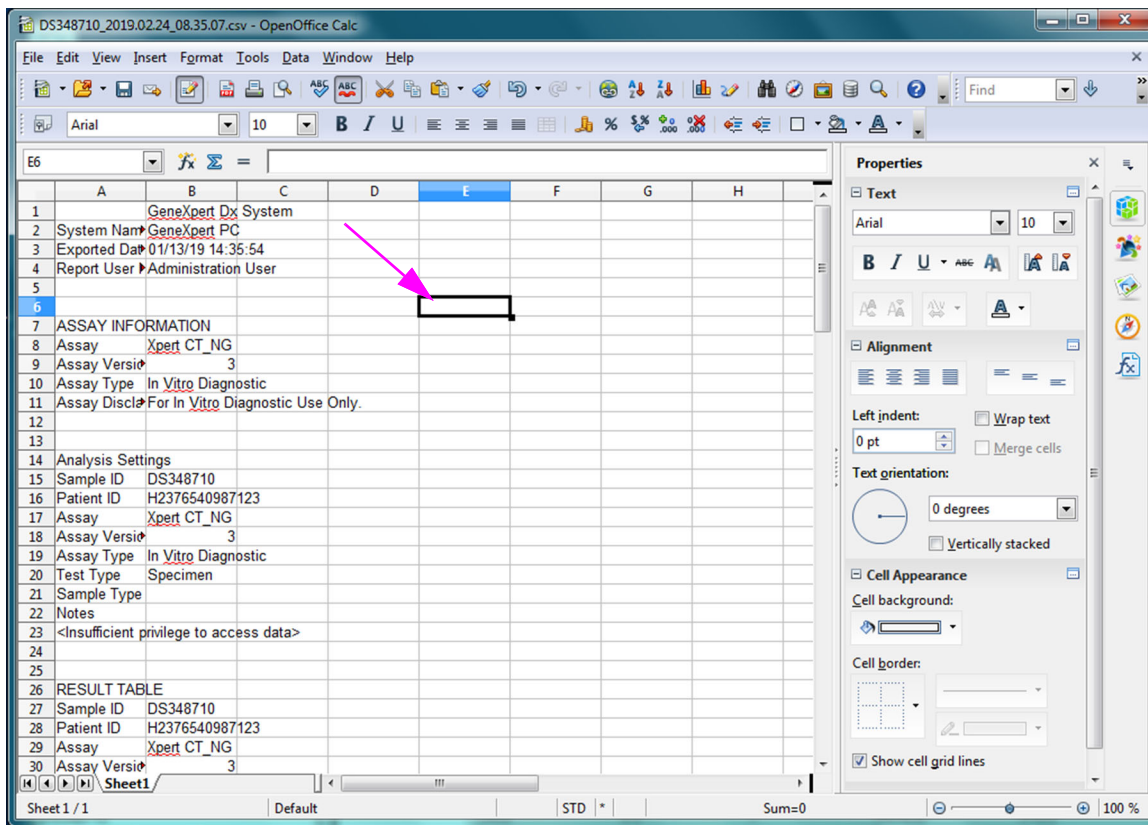

Figura D-8. Vista final del archivo con las columnas ajustadas
11. Haga clic en la casilla de verificación situada a la izquierda de **Default value (Valor predeterminado)** y, a continuación, haga clic en **OK (Aceptar)** para cerrar el cuadro de diálogo. Los anchos de las columnas se ajustarán y el archivo quedará formateado, como se muestra en la figura D-8. Haga clic en cualquier sitio de las columnas vacías para anular la selección de las celdas azules y hacer que las celdas se muestren en color blanco de nuevo.